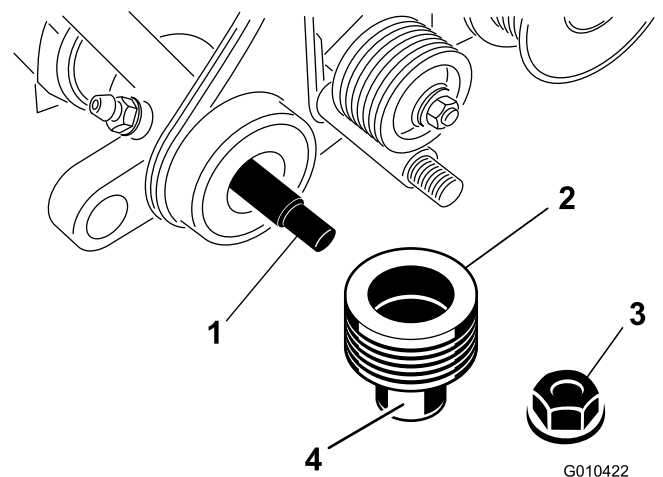

Figure 8
3. Appliquez de la graisse sur la surface extérieure de la poulie menée, comme montré à la Figure 8.
4. Glissez la poulie sur l'arbre de groomer (Figure 8).
5. Fixez la poulie sur l'arbre au moyen d'un contre-écrou (3/8 po), comme montré à la Figure 8.